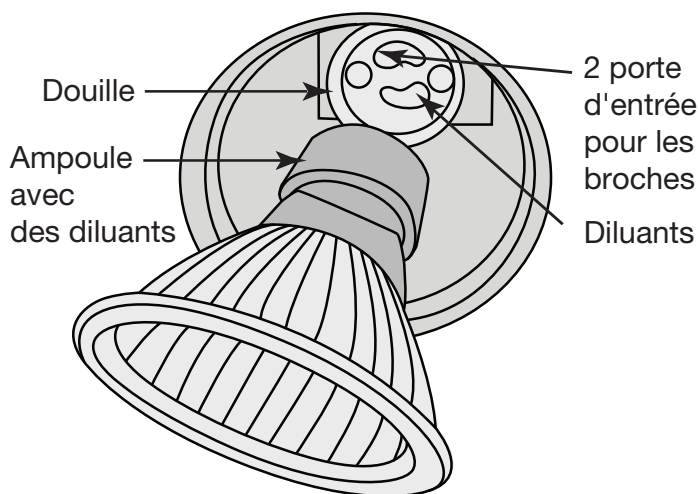

Figure 7
- 2 Glissez l'ampoule dans les larges extrémités des deux fentes et tournez vers la droite jusqu'à une position verrouillée est apparente. (Voir figure 7)